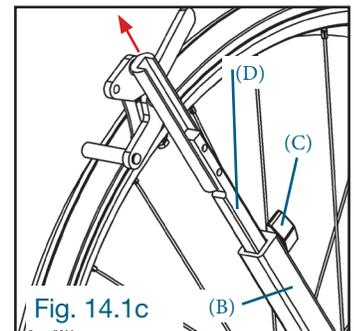

Fig. 14.1c
Desserrer légèrement le bouton de blocage (C) et retirer complètement la tige carrée (D) du bloqueur. Répéter cette étape pour le bloqueur de l'autre côté. (Fig. 14.1c)